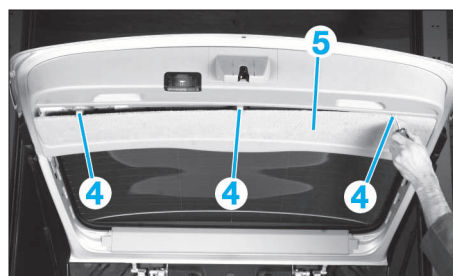

FIG. 85
• Dégager le revêtement (2) dans la zone (A) du revêtement (3) dans le sens de la flèche.
• Défaire les crantages (4) et rabattre la garniture (5) vers le bas (Fig.85).